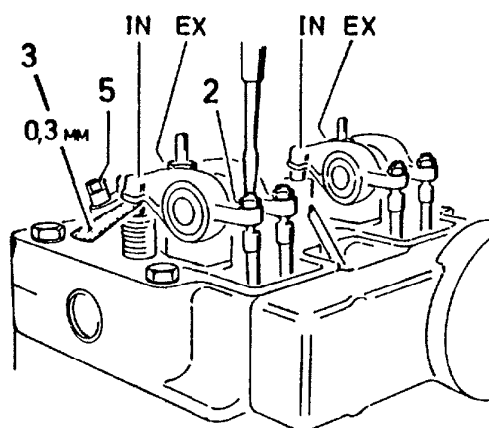

Fig. 90. 2J - sett akterfra
Type 2J, fig. 90. Løs lekkoljerøret, innsprøytingsrør og ters fra dyseholderne (5). Løft holderen litt opp og vri forover. La holderne stå i hullene.